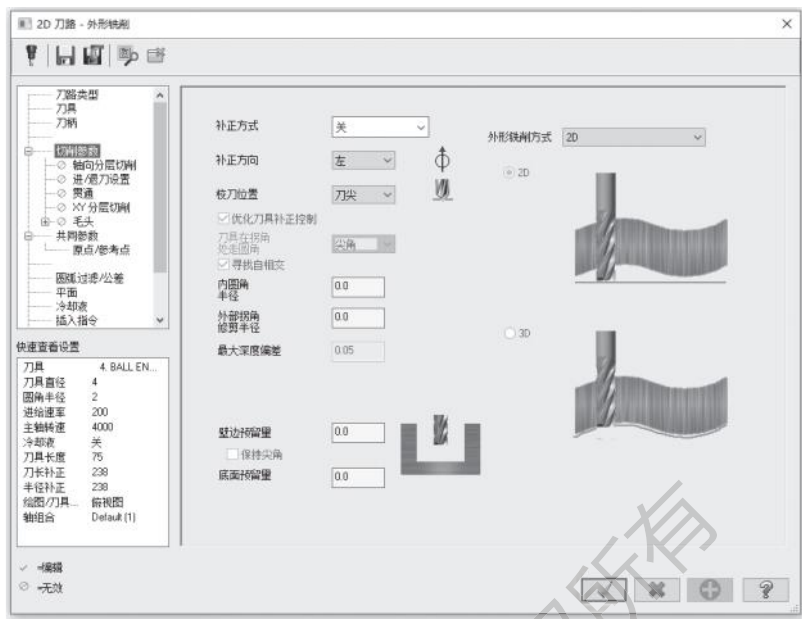

图 8-63 设置切削参数
3) 打开【切削参数】选项卡，设置【补正方式】为【关】，【补正方向】为【左】，【外形铣削方式】为【2D】，【壁边预留量】和【底面预留量】为 0.0mm，其他参数按默认设置，如图 8-63 所示。